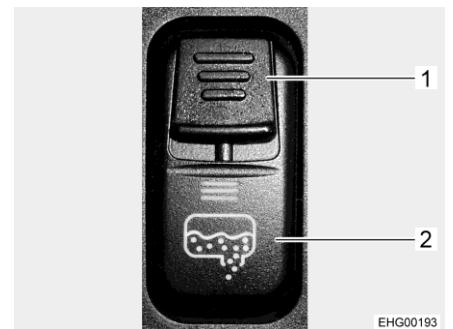

Bild 156 Wippschalter (Ablasshahn)
Der Ablasshahn für den Abwassertank wird über einen Wippschalter der Schalterkonsole im Fahrerhaus geöffnet und geschlossen. Um ein versehentliches Öffnen des Ablasshahns zu verhindern, ist der Wippschalter mit einem Sicherungsschieber (Bild 156,1) versehen. Das Ablaufrohr mit Anschluss für einen Abwasserschlauch befindet sich unter dem Fahrzeug.
- Sicherungsschieber (Bild 156,1) am Wippschalter (Bild 156,2) nach unten schieben und gleichzeitig Wippschalter unten drücken. Das Abwasserventil wird dadurch geöffnet und der Abwassertank wird entleert. Die LED leuchtet, solange der Abwasserhahn geöffnet ist.
- Nachdem das Abwasser vollständig abgelaufen ist, den Ablasshahn wieder schließen. Dazu den Bedienschalter (Bild 156,1) oben drücken.